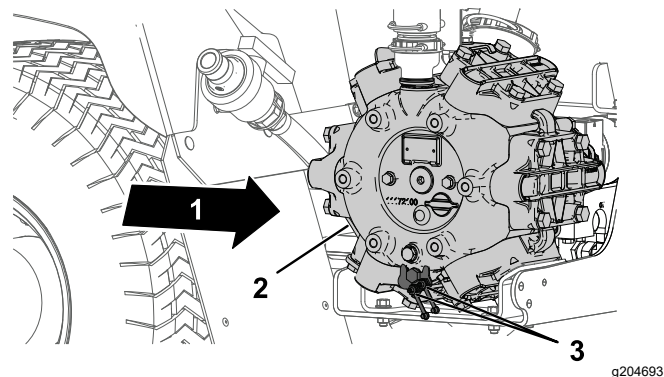

Рисунок 67
- Начисто протрите 2 выносные масленки (Рисунок 67).
- Закачайте в выносные масленки консистентную смазку (Рисунок 67).